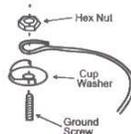

Figure 5A
4. Ground fixture as follows. Connect the green or bare copper ground wire from the outlet box to the screw marked "GND" or secure to ground screw using cup washer and nut from parts package. If house wiring includes no ground wire, consult your local electrical code for approved methods. **See Figures 5A and 5B.**
4. Effectuer la mise à terre comme suit: Raccorder la fil de cuivre nu ou vert de la-boîte de raccordement à la vis "GND" ou fixer à la vis de terre à l'aide de la rondelle à collerette et de l'écrou fournis dans l'emballage-pieces. Si l'alimentation ne possède pas de mise à terre, vérifier le code d'électricité applicable pour une installation conforme. Voir la figure 5A et 5B.